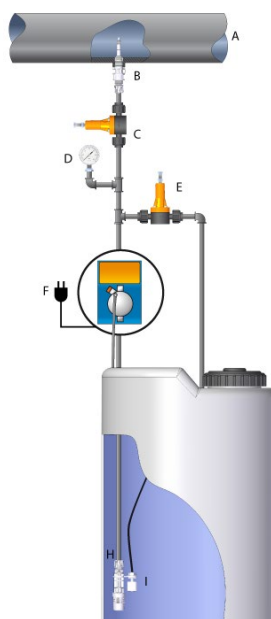

Fig. 7 – Impianto tipico
Sia sul tubo di mandata che su quello di aspirazione evitare curve eccessive al fine di evitare strozzature sul tubo stesso. Applicare sulla condotta dell'impianto da trattare, nel punto più idoneo per effettuare l'iniezione del prodotto da dosare, un raccordo da 3/8" o 1/2" gas femmina. Tale raccordo è escluso dalla fornitura. Avvitare la valvola di iniezione nel "raccordo guarnizione" utilizzando del nastro in PTFE, vedi Fig. 7. Connettere il tubetto (5) all'attacco conico della valvola d'iniezione (3) e bloccarlo con l'apposita ghiera (4). La valvola di iniezione (3) è anche valvola di non ritorno.